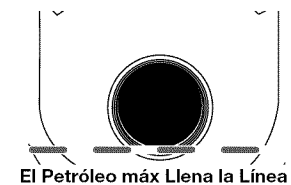

Fig. 22
5. La mirada en el petróleo llena hoyo, utiliza una linterna si necesitado. El petróleo debe estar tocando apenas las interiores la mayoría de los hilos (Fig. 22).
6. Si el nivel de aceite no está tocando la rosca más interior del agujero de llenar aceite, añada una pequeña cantidad al agujero de llenar aceite y vuelva a comprobar (Fig. 22). Repita este procedimiento hasta que el nivel de aceite alcance la rosca más interna del agujero de llenar aceite.